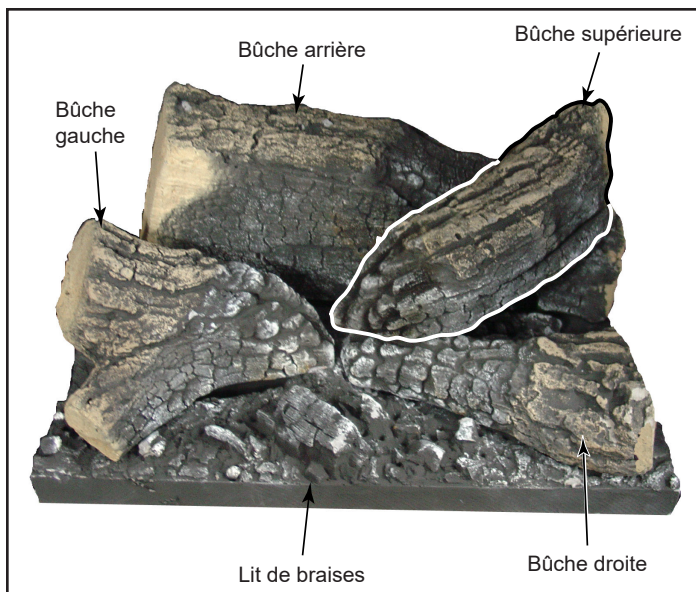

Figure 3.62 – Bûche supérieure
5. Installez la bûche supérieure en faisant correspondre le trou au bas de la bûche avec l'ergot de positionnement en haut à droite de la bûche arrière (figure 3.62). Placez la bûche de manière à ce qu'elle soit inclinée vers la zone où les deux bûches avant se rencontrent.